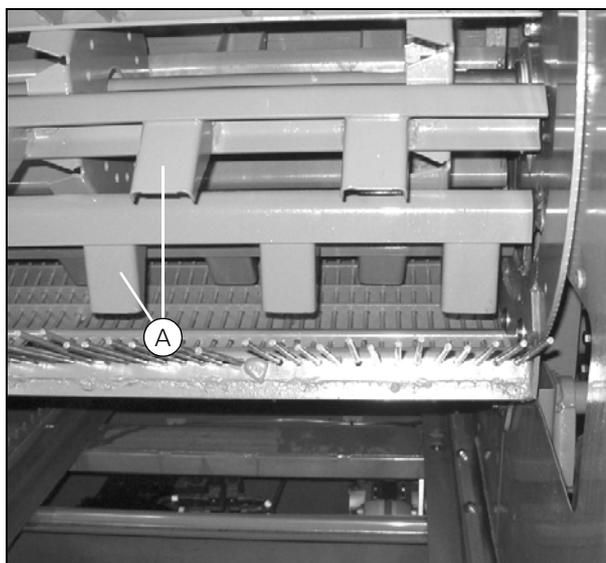

Рисунок 67
2. Установите бичи на спицевые диски барабана так, чтобы выступы бичей были смещены по отношению друг к другу (А) (Рис. 67).